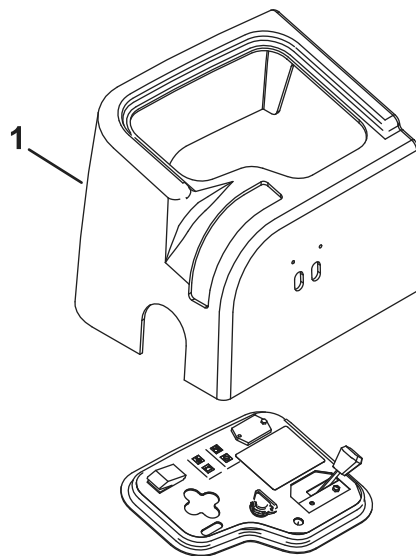

Figura 2
3. Remova os 2 parafusos que prendem o resguardo da consola e retire o resguardo (Figura 2).